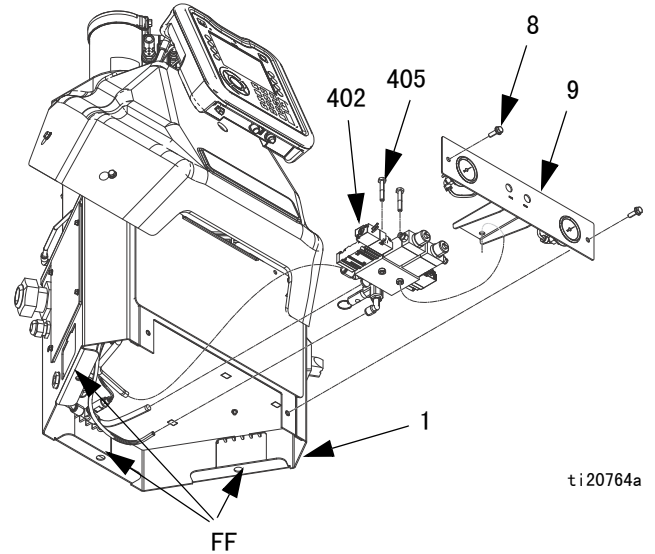

图 47
拆卸 (参见图 47) :
3. 卸下前检修门 (10) (位于电气外壳 (1))。
4. 使用 3/8 英寸的套筒卸下两个螺钉 (8)。
6. 在电气外壳底部, 将手伸入检修孔 (FF) 中 (见图 47), 然后断开空气管路和气流控制电磁阀 (402)。
8. 卸下两个螺钉 (405) (用于将电磁阀 (402) 固定到气流控制组件 (9)), 然后卸下气流控制电磁阀。
重新组装 (参见图 47):
1. 使用两个螺钉 (405) 将新的电磁阀 (402) 固定到气流控制组件 (409)。
3. 在电气外壳底部, 将手伸入检修孔 (FF) 中 (见图 47), 然后连接空气管路和气流控制电磁阀 (402)。
4. 滑动气流控制组件 (9) 至相应位置, 然后使用两个螺钉 (8) 固定到电气外壳 (1) 上。